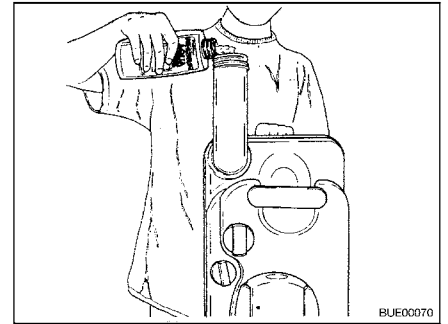

Bild 290 Fylla på sanitetsvätska
- Fyll på angiven mängd sanitetsvätska i latrintanken (Bild 290).